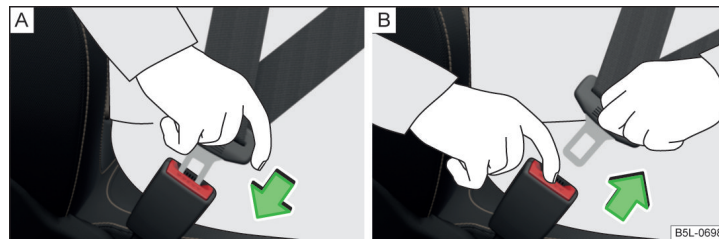

Abb. 6 Sicherheitsgurt anlegen / ablegen
- Die Schlosszunge in das zum Sitz gehörende Gurtschloss » Abb. 6 - [A] stecken, bis diese hörbar einrastet.
- Die rote Taste im Gurtschloss » Abb. 6 - [B] drücken, die Schlosszunge springt heraus.